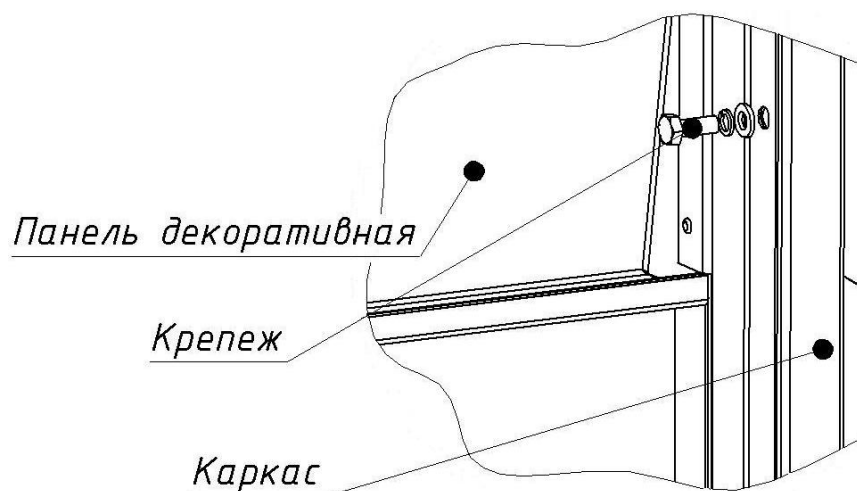

Рис.6 Крепление панели передней к каркасу изделия
- закрепите панель на каркасе с помощью комплекта крепежа с внутренней стороны изделия в четырех местах (рис.6).